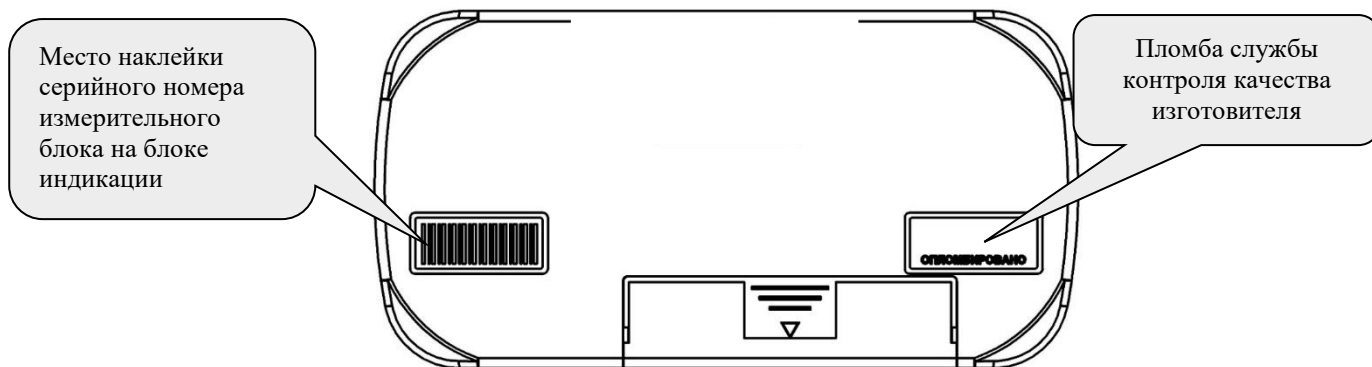

Рисунок 11А – Схема пломбировки блока индикации и место наклейки серийного номера измерительного блока
- 3.5 Сверить номер, нанесенный на наклейку на задней крышке блока индикации (рисунок 11А) с серийным номером измерительного блока счетчиков в корпусе SPLIT. Если номера не совпадают, то обмен информацией между блоком индикации и измерительным блоком невозможен.